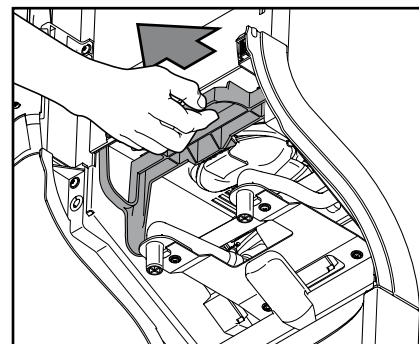

Bild 44
- d. Dra i låset för att lossa hela mix-enheten (bild 44).